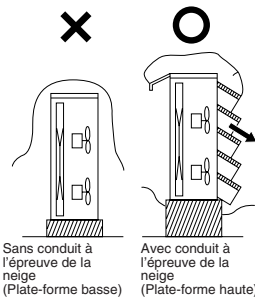

Fig. 2-7
Dans les régions neigeuses et à fort vent, les problèmes suivants peuvent se produire quand l'unité extérieure n'est pas munie d'une plate-forme et d'un conduit à l'épreuve de la neige (Fig. 2-7):
- (1) La plate-forme doit être plus haute que la hauteur de neige max. (Fig. 2-7)
- (2) Les 2 pieds d'ancre de l'unité extérieure doivent être utilisés pour la plate-forme, et la plate-forme doit être installée sous le côté admission d'air de l'unité extérieure.
- (3) La fondation de la plate-forme doit être robuste, et l'unité doit être fixée avec des boulons d'ancre.
- (4) En cas d'installation sur un toit soumis à un vent violent, des contre-mesures doivent être prises pour empêcher l'unité d'être renversée.